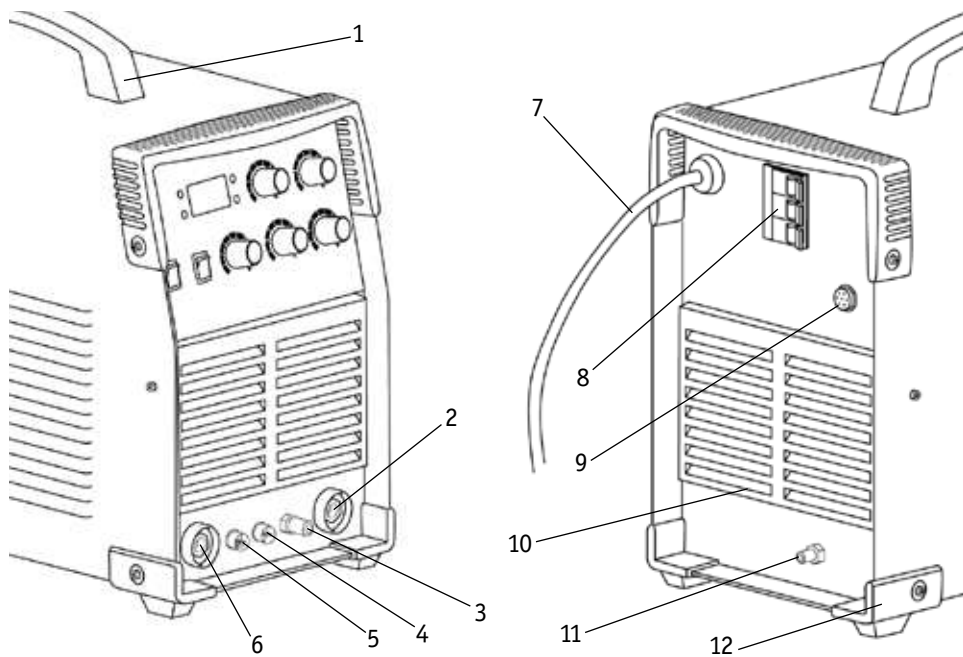

Рис. 6.1. Вид источника питания спереди и сзади.
3. Подключайте сварочные принадлежности для TIG сварки в следующем порядке. Подключите силовой разъём с подводом газа горелки в панельный разъём (См. рис. 6.1, п. 3) на передней панели аппарата. Закрутите его до упора по часовой стрелке. Убедитесь в плотной фиксации соединения.
4. Подключите 2-pin разъём горелки к соответствующему разъёму на передней панели аппарата (См. рис. 6.1, п. 4).
6. Вставьте силовой наконечник кабеля клеммы заземления в панельную розетку со знаком «+» (См. рис. 6.1, п. 6) на передней панели аппарата. Поверните его до упора по часовой стрелке. Убедитесь в плотной фиксации соединения. Закрепите клемму заземления на заготовке.